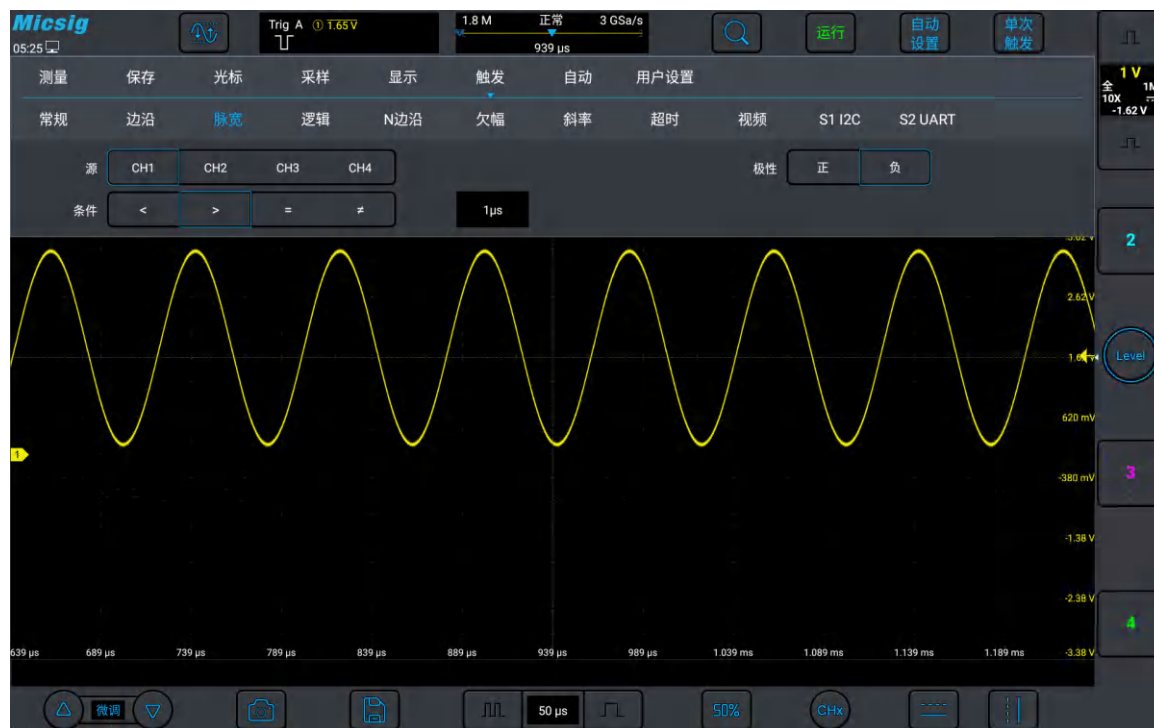

图 6-15 负极性脉冲电平翻转
所选脉冲极性图标显示在显示屏的左上角。正脉冲高于当前触发电平（ \sqcup ① 1.00V 通道 1 正极性脉冲指示图标），负脉冲低于当前触发电平（ \sqcap ① 1.00V 通道 1 负极性脉冲指示图标）。当在正极性脉冲上触发时，如果限制条件为真，触发将在脉冲从高到低的翻转上发生；当在负极性脉冲上触发时，如果限制条件为真，触发将在脉冲从低到高的翻转上发生。（图 6-15 负极性脉冲电平翻转）